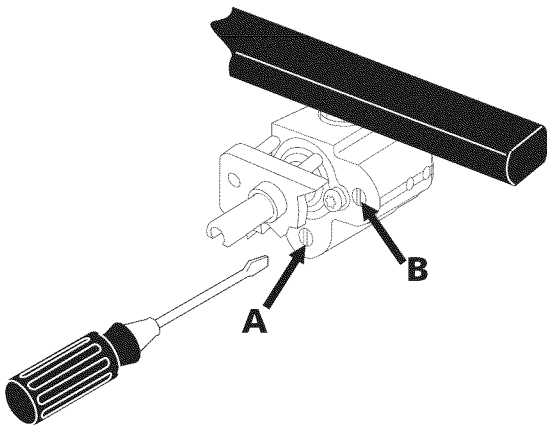

Figura 16
## 5. Ajuste bajo "LOW" para la válvula de quemador de superficie puente (Figura 16) (algunos modelos)
- El tamaño de la flama de la porción posterior del quemador puente puede aumentarse o disminuirse dándole vuelta al tornillo **A** (vea Figura 16). Utilice el tornillo **B** para ajustar el tamaño de la flama de la porción central del quemador puente. Dé vuelta en sentido opuesto de las manecillas del reloj para aumentar el tamaño de la flama. Dé vuelta en sentido a las manecillas del reloj para disminuir la flama. Ajuste la flama hasta que usted puede dar vuelta rápidamente a la perilla de la posición LITE a la POSICIÓN MÁS BAJA sin extinguir la flama. La flama debe ser tan pequeña como sea posible sin apagarse.